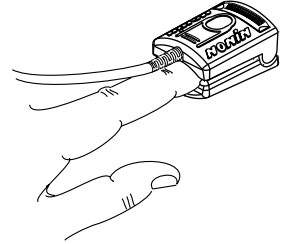

Abbildung 11:
1. Stecken Sie einen Finger (möglichst den Zeige-, Mittel- oder Ringfinger) in den Fingerclip für Erwachsene (Abbildung 11), bis die Fingerspitze den Fingerstopp erreicht. Der Fingernagel sollte nach oben zeigen (siehe Abb. 11). Stellen Sie sicher, dass lange Fingernägel die richtige Fingerposition nicht beeinträchtigen.